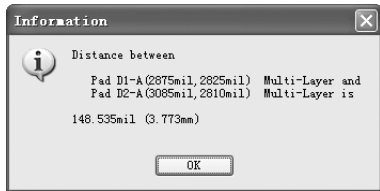

图 10-1 距离信息对话框 1
1) 选择菜单命令“报告”→“测量”，光标变成十字形，分别单击需要测量距离的两个焊盘，系统弹出一个距离信息对话框，如图 10-1 所示。